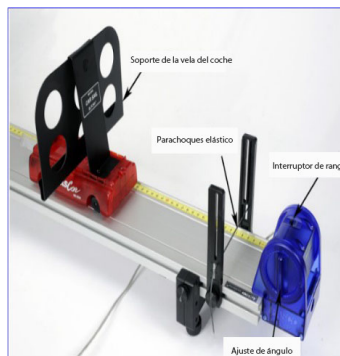

Figura 5.4: Sensor de movimiento en la pista.
3. Instalar primero el parachoques elástico (Figura 5.4). El sensor de movimiento se desliza hacia el final de la pista. Este segundo sensor de movimiento debe ser conectado al puerto 1 de PASPORT. Verificar que el interruptor de rango esté en el icono "Carro" para ambos sensores.
3. Identificar los datos que corresponden a cada carro. Los datos deben ser continuos sin fallas. Girar el mango (Figura 5.4) en el sensor de movimiento para ajustar el ángulo para mejorar los datos. Tomar en cuenta que el sensor de movimiento no puede medir una distancia inferior a 15 cm.